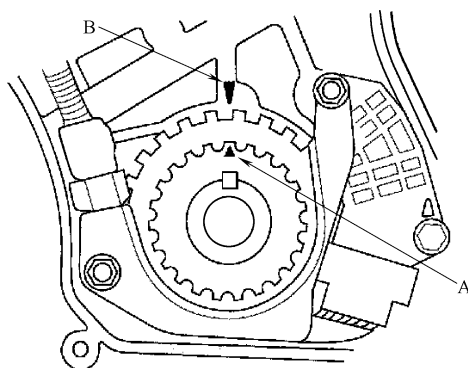

图 23-108 驱动轮标记 A 与指针 B 对齐
2) 按照图 23-108 所示, 转动正时带驱动轮, 使驱动轮上的标记 A 与机油盘上的指针 B 对齐。